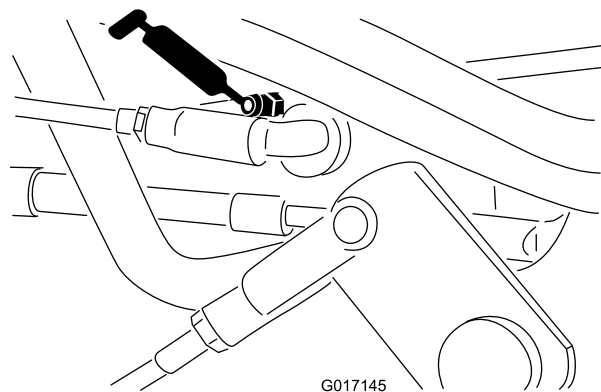
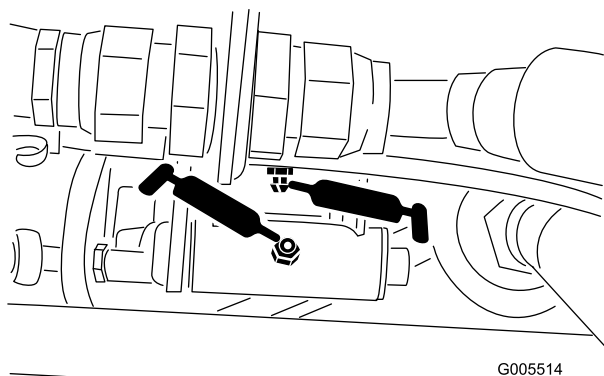

Figure 43
Figure 42
- Tringlerie de sélecteur de vitesses (Figure 42 et Figure 43)